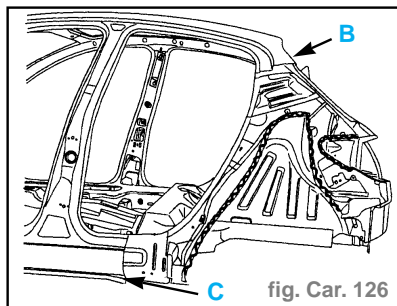

fig. Car. 126
- Retoucher la coupe (en **B** et **C**) (coupe définitive) (fig. Car. 126).
- Appliquer une colle de calage structurale (fig. Car. 126).